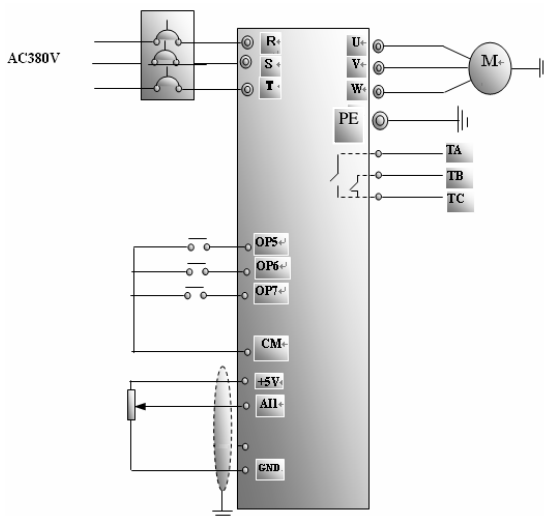

图 4-3 接线图 3
(1) 按图 4-3 配线, 检查接线正确后, 合上空气开关, 变频器上电;